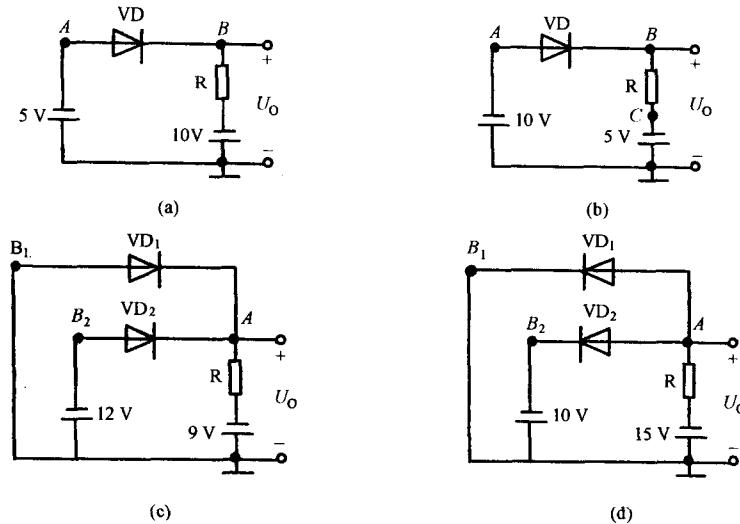

图 1.1
例 1.1 二极管电路如图 1.1 所示，判断图中二极管是导通还是截止状态，并确定输出电压 U_0 。设二极管的导通压降为 0.7V。
(1) 在图 1.1(a)中, 首先将二极管 VD 断开, 求二极管两端将承受的电压 $U_{AB}=U_A-U_B=-5\text{V}-(-10\text{V})=5\text{V}$ 。
(2) 在图 1.1(b)中, 断开二极管 VD , 有 $U_{AB}=U_A-U_B=-10\text{V}-(-5\text{V})=-5\text{V}$ 。
(3) 在图 1.1(c)中, 首先将 VD_1 和 VD_2 断开, 求得两管将承受的电压。
(4) 在图 1.1(d)中, 首先将 VD_1 和 VD_2 断开, 求得两管将承受的电压。